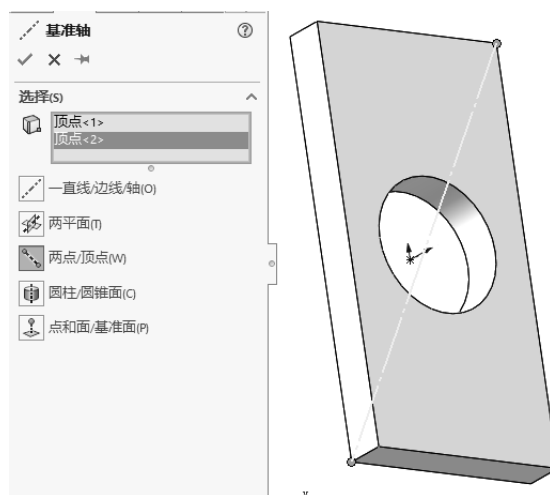

图 1-94 【两点/顶点】方式建立基准轴
(3) 使用【两点/顶点】方式建立基准轴，如图 1-94 所示。